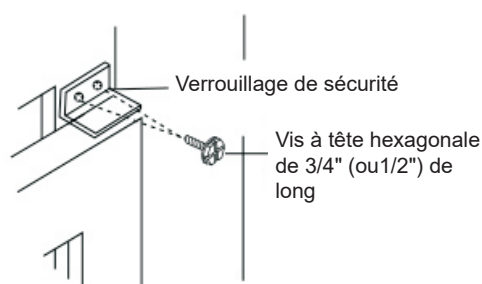

Figure 19
- Fixez le verrou de sécurité à angle droit (Figure 19).